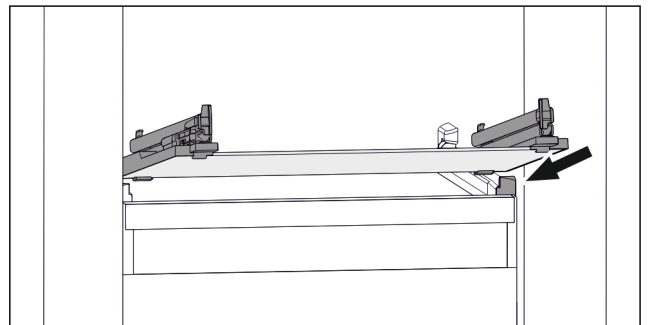

Fig. 111 Beispielhafte Darstellung der Glasplatte
- Glasplatte schräg hinter den Stopperrahmen aufsetzen. (siehe Fig. 111)